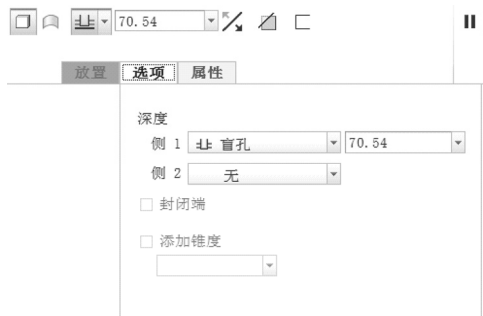

图 4-4 “选项”面板
- “选项”面板：该面板如图 4-4 所示，使用该面板可以定义草绘平面每一侧的特征深度。对于曲面特征，可以通过选中“封闭端”复选框，用封闭端创建曲面特征。在该面板中还可以通过选中“添加锥度”复选框，按值使拉伸体形成锥度，其锥角在 $-30^{\circ} \sim 30^{\circ}$ 之间。